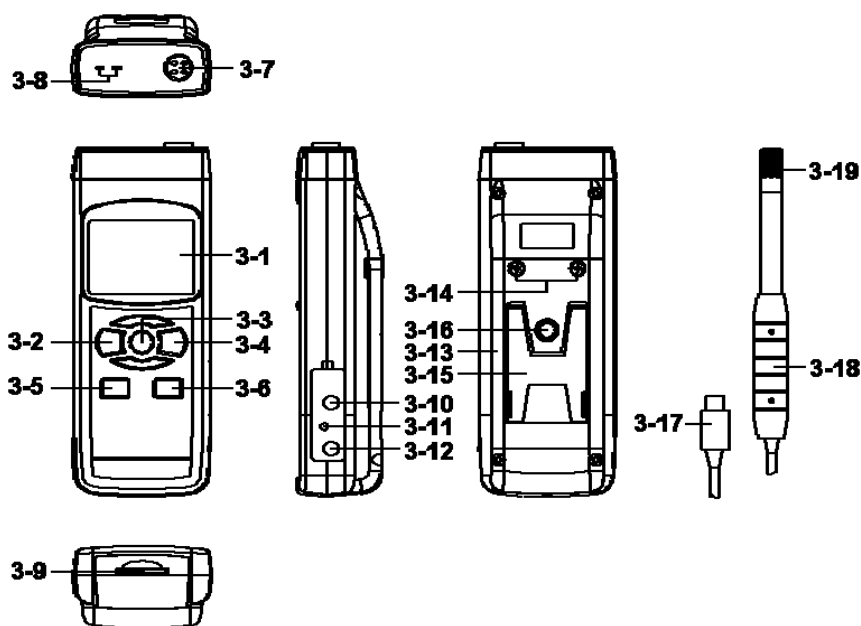

Fig.1
- 1) Encienda el medidor presionando momentáneamente el “Botón Encender” (3-2, Fig. 1).
- \* Si presiona continuamente el “Botón Encender” (3-2, Fig. 1) durante 2 segundos el medidor se apagará.
Presionando continuamente el botón “Función” (3-3, Fig.1) (sin soltar el botón), la pantalla mostrará la siguiente secuencia de texto:
Hasta que en la pantalla aparezca el modo deseado (Función) no suelte el botón “Función” (3-3, Fig.1), el medidor ejecutará esta función.
- b. Conecte el "Enchufe de la sonda" (3-17, Fig. 1) en la " Toma del enchufe de la sonda" (3-7, Fig. 1).
Encienda el medidor presionando el "Botón Encender" (3-2, Fig. 1). En la pantalla LCD aparecerá la unidad " %H.r" y "°C o °F" a la misma vez que el valor de la medición (en la pantalla superior aparecerá el valor de la Humedad y en la pantalla superior el valor de la temperatura).
- b. No instale la “Sonda” (3-17, Fig.1) en el enchufe de la sonda (3-7, Fig.1)
- c. Enchufe la sonda de temperatura de termopar (sonda de temperatura opcional Tipo K o J) en el enchufe de “la toma de entrada de la sonda Tipo K/J” (3-8, Fig.1). En la pantalla aparecerá el valor de la medición tomada por la sonda de temperatura.
Durante la medición, presione el "Botón Hold" (3-3, Fig. 1) para mantener el valor de la medición y en la pantalla LCD aparecerá el símbolo " HOLD ".
- 1) La función de grabación de datos guarda las lecturas de los valores máximos y mínimos. Presione el botón "REC" (3-4, Fig.1) una vez para iniciar la función. El símbolo " REC " aparecerá en la pantalla.
- a. Presione el botón "REC" (3-4, Fig.1) el símbolo "REC MAX" junto con el valor máximo aparecerá en la pantalla. Si intenta borrar el valor máximo, presione el " Botón Hold " (3-3, Fig. 1) una vez, y en la pantalla solamente aparecerá el símbolo " REC. " mientras que la función de memoria se ejecutará continuamente.
- b. Presione el "Botón REC " (3-4, Fig. 1) de nuevo, el símbolo " REC. MIN. " junto con el valor mínimo aparecerán en la pantalla. Si intenta borrar el valor mínimo, presione el " Botón Hold " (3-3, Fig. 1) y en la pantalla solamente aparecerá el símbolo " REC. " mientras que la función de memoria se ejecutará continuamente.
Cuando conecte el medidor, la luz del fondo de la pantalla LCD se encenderá automáticamente. Durante la medición presione el "Botón Backlight" (3-2, Fig. 1) una vez para apagar la luz de fondo.
Prepare una tarjeta de memoria " SD " (de 1 GB hasta 16 GB), inserte la tarjeta SD en " la ranura de la tarjeta SD " (3-9, Fig. 1). La parte delantera de la tarjeta SD deberá estar de cara a la cubierta inferior.
Presione el botón " REC" (3-4, Fig. 1) una vez y en la pantalla LCD aparecerá el texto "REC", luego presione el "Botón Logger" (3-6, Fig. 1), y el símbolo " REC " parpadeará mientras que los datos de medición y la información horaria se guardan en el circuito de la memoria.
Durante la ejecución de la función de Datalogger, si se presiona el botón " Logger " (3-6, Fig. 1) una vez, se detendrá la función de Datalogger (dejará de guardar los datos de medición en el circuito de memoria temporalmente). A la misma vez, el texto " REC " dejará de parpadear.
Si presiona el "Botón Logger" una vez más (3-6, Fig. 1) el datalogger se ejecutará de nuevo y el texto " REC " parpadeará en la pantalla.
Mientras la función Datalogger está detenida, presione el botón " REC " (3-4, Fig. 1) continuamente al menos durante dos segundos. La indicación " REC " desaparecerá y se finalizará la función datalogger.
Presione el botón " REC " (3-4, Fig. 1) una vez, en la pantalla aparecerá el texto " REC ", después presione el botón " Logger " (3-6, Fig. 1) una vez y el símbolo REC parpadeará y el biper sonará una vez a la misma vez que los datos de medición con la información horaria se guardan en el circuito de memoria. La pantalla inferior mostrará la Posición (Localización) y también se guardará en la tarjeta SD.
Durante la ejecución del datalogger manual, presione el botón " ▲ " (3-5, Fig. 1) y el número inferior (nº de posición) parpadeará. Se puede usar el botón " ▲ " (3-6, Fig. 1) o " ▼ " (3-5, Fig. 1) para ajustar la posición de la medición (de 1 hasta 99, por ejemplo de la habitación 1 hasta habitación 99) para identificar la localización de la medición, la pantalla inferior mostrará P x (x = de 1 a 99). Tras seleccionar el número de posición presione el botón "Enter" (3-4, Fig. 1) para confirmar.
Presione el botón " REC " (3-4, Fig. 1) continuamente durante al menos 2 segundos, la indicación " REC " desaparecerá y se finalizará la función datalogger.